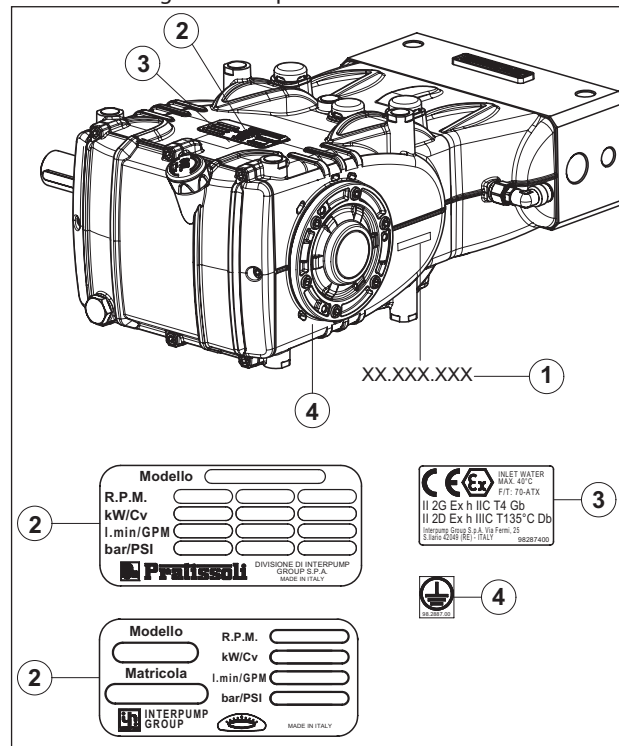

Abb. 1
Jede Pumpe Abb. 1 ist durch eine Seriennummer XX.XXX.XXX, siehe Pos. ① und ein Typenschild, siehe Pos. ② mit folgenden Daten gekennzeichnet: